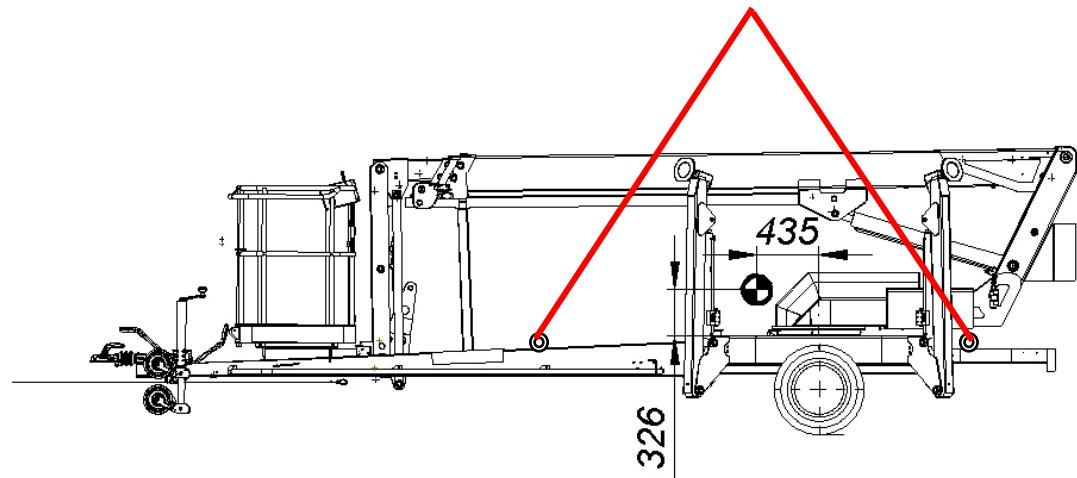

Abb.6. Heben mit Kran
- Die Maschine kann mithilfe den Hebeösen laut Abb.6. angehoben werden. Die Hebeösen befinden sich an den gleichen Stelle der Maschine.